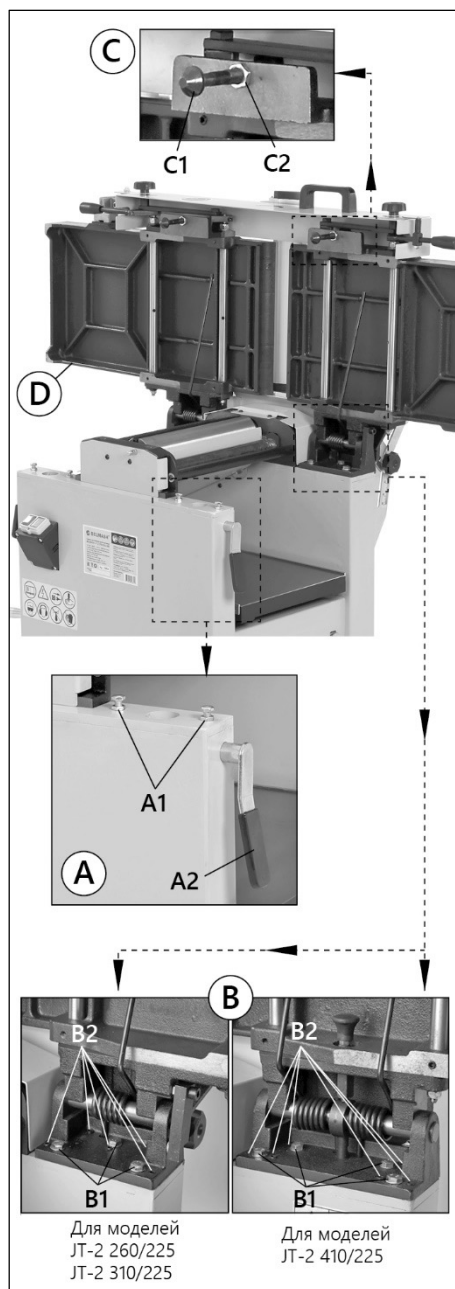

Рисунок 11.
- Разблокируйте обе ручки А2 корпуса (рис. 11).
- С помощью ключа ослабьте болты В1 (рис. 11).
Для достижения наилучших результатов, ручки блокировки A2 (рис. 11) стола должны быть в опущенном положении – это положение полной блокировки.